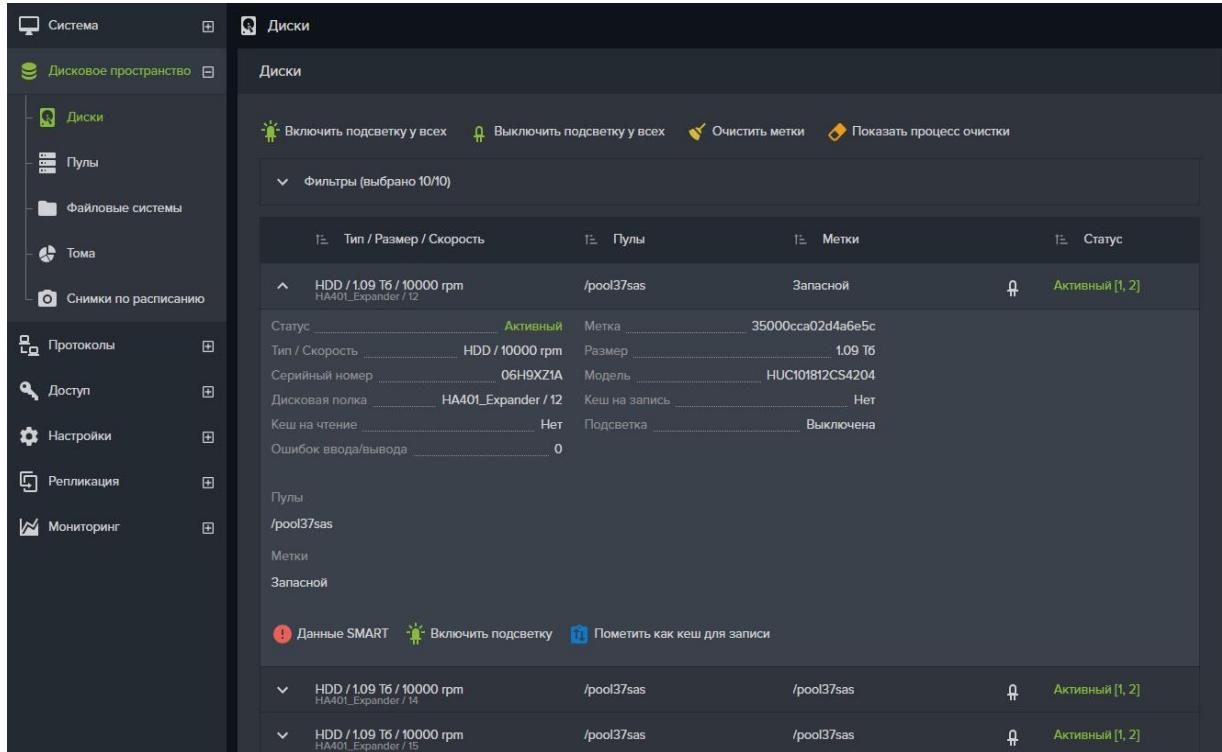

Рисунок 34. Включение/отключение подсветки в полке
- Нажмите на кнопку «Включить подсветку» (см. Рисунок 34);